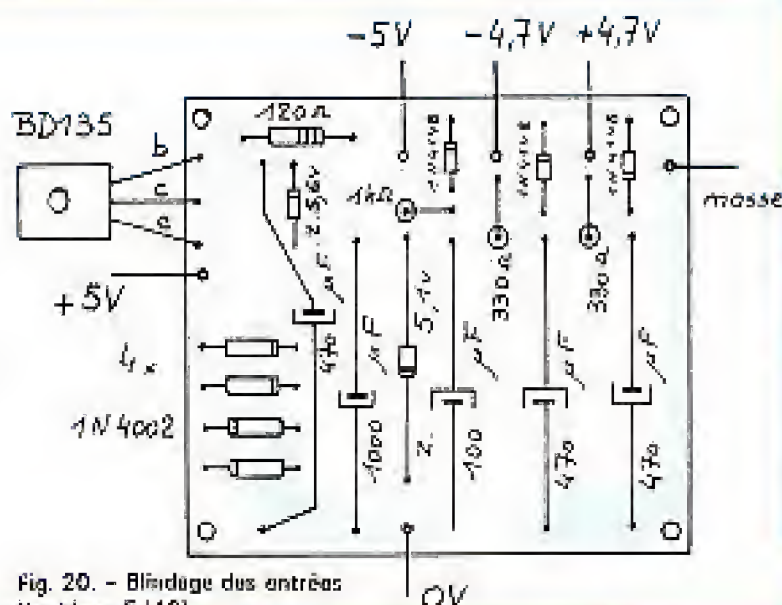

Fig. 20. - Blindage des entrées
d) **Blindage des entrées.** Voir figure 20. A faire en fer blanc de 5/10. Ce blindage doit couvrir les entrées V, I et R ainsi que la plaquette des fusibles. A vrai dire, ce blindage est à peine nécessaire, les sorties d'affichage proches n'étant pas multiplexées. Nous l'avons cependant monté par prudence et nous vous conseillons d'en faire autant.